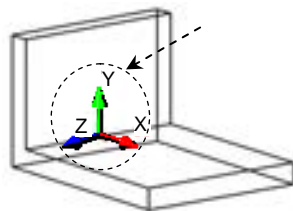

图 17.11.5 定位用户坐标系
(1) 将用户坐标系定位至图 17.11.5 所示的中点位置。在命令行中输入命令 UCS 后按 Enter 键，在命令行中输入字母 N 后按 Enter 键，捕捉图 17.11.6 所示的中点并单击。